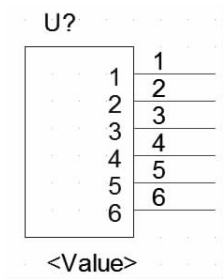

图 2-19 放置数字引脚
6. 图中显示放置的引脚名称位数字，若继续放置，则后续引脚名称与编号依次递增，绘制的元件 CON6 引脚放置如图 2-19 所示。